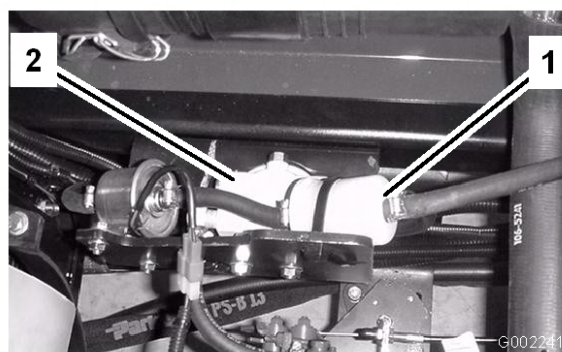

Figura 44
4. Afloje las abrazaderas y deslícelas por el tubo, alejándolas del filtro (Figura 44).